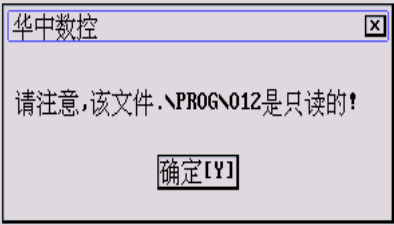

图 5.1.4 提示文件只读
- (10) 如果被选文件是只读 G 代码文件（可编辑但不能保存，只能另存），将弹出如图 5.1.4 所示对话框；